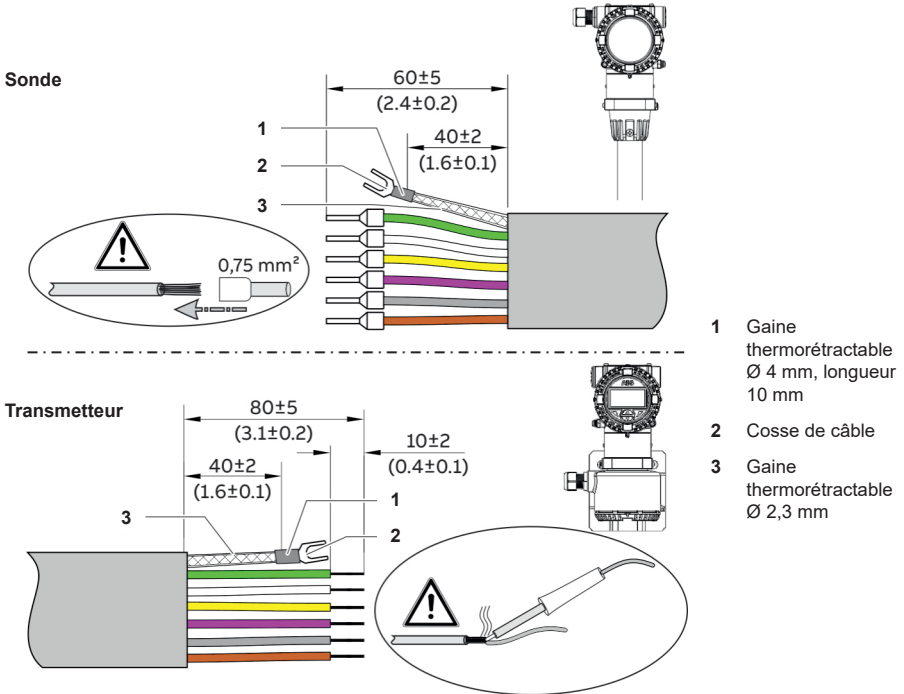

Fig. 31 - Câble de signal, dimensions en mm (")
Le câble de signal peut également être coupé à n'importe quelle longueur. Ensuite, les extrémités du câble doivent être préparées comme illustré sur la Figure 31.
- Poser le câble de signal conformément à la spécification (voir Figure 31).